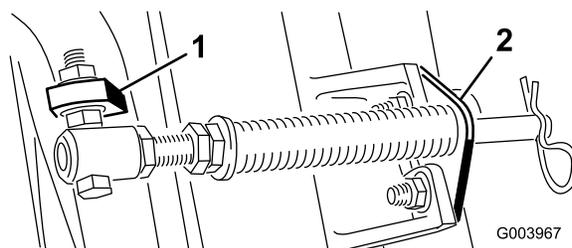

**Figure 5**
- A. Retirez les 2 boulons de carrosserie et les écrous qui fixent le support de tige aux pattes du tablier de coupe (Figure 5).
B. Retirez l'écrou à embase qui fixe le boulon du tube de ressort à la patte du bâti porteur (Figure 5). Déposez l'ensemble.